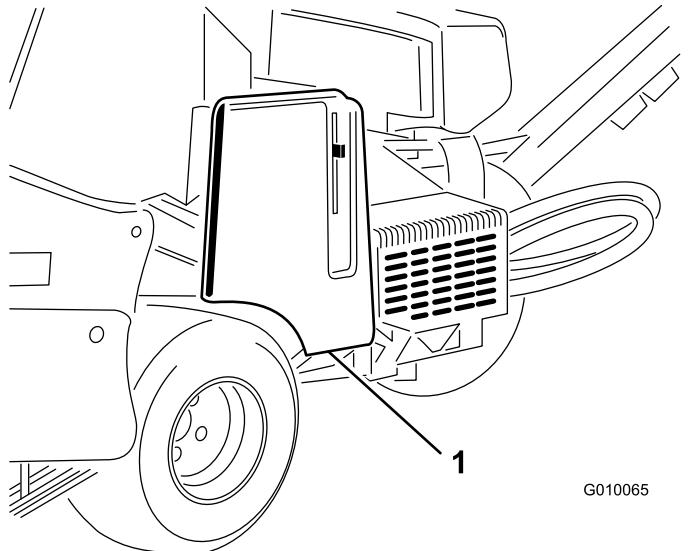

Bild 55
2. Entriegeln und entfernen Sie die Riemenabdeckung (Bild 55).